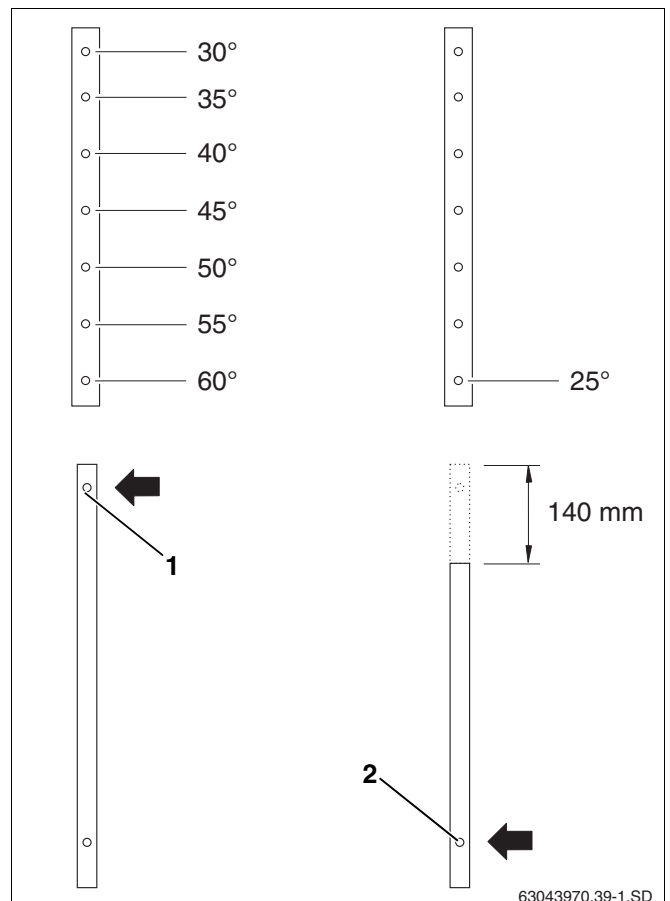
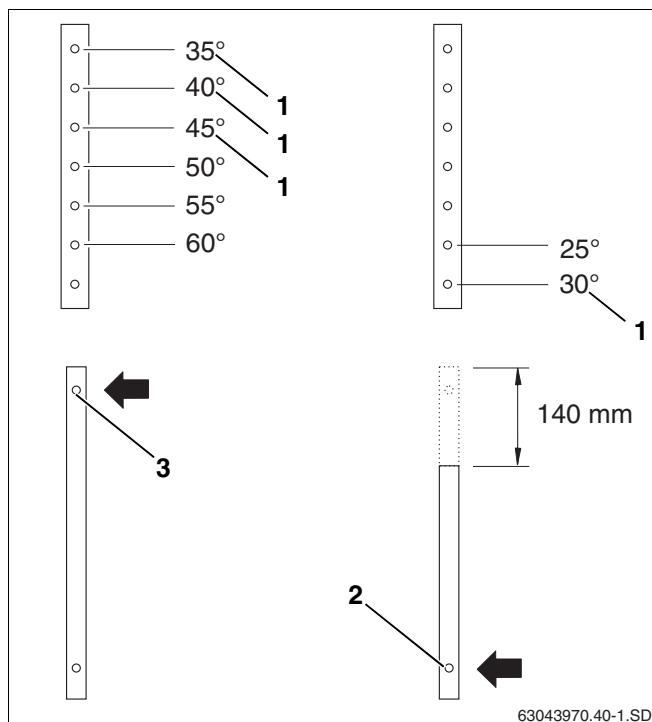

Fig. 12 Regular o ângulo de inclinação para colectores verticais
Fig. 13 Regular o ângulo de inclinação para colectores horizontais
- ▶ Seleccionar os furos das calhas telescópicas superiores e inferiores de acordo com a fig. 12 e fig. 13.
Na montagem vertical de colectores com um ângulo de inclinação de 30° a 60°, utilize o último furo em cima da calha telescópica inferior (fig. 12, **item 1**).
Para um ângulo de inclinação de 25°, deve encurtar a parte superior da calha inferior em 140 mm e utilizar o último furo em baixo (fig. 12, **item 2**).
Na montagem horizontal de colectores com um ângulo de inclinação de 35° a 60°, utilize o último furo em cima da calha telescópica inferior (fig. 13, **item 3**).
Para um ângulo de inclinação de 25° e 30°, deve encurtar a parte superior da calha inferior em 140 mm e utilizar o último furo em baixo (fig. 13, **item 2**).
- ▶ Na montagem em fachadas, apenas se podem utilizar as posições para os ângulos de inclinação dos colectores de 30°, 35°, 40° e 45° (fig. 13, **item 1**).